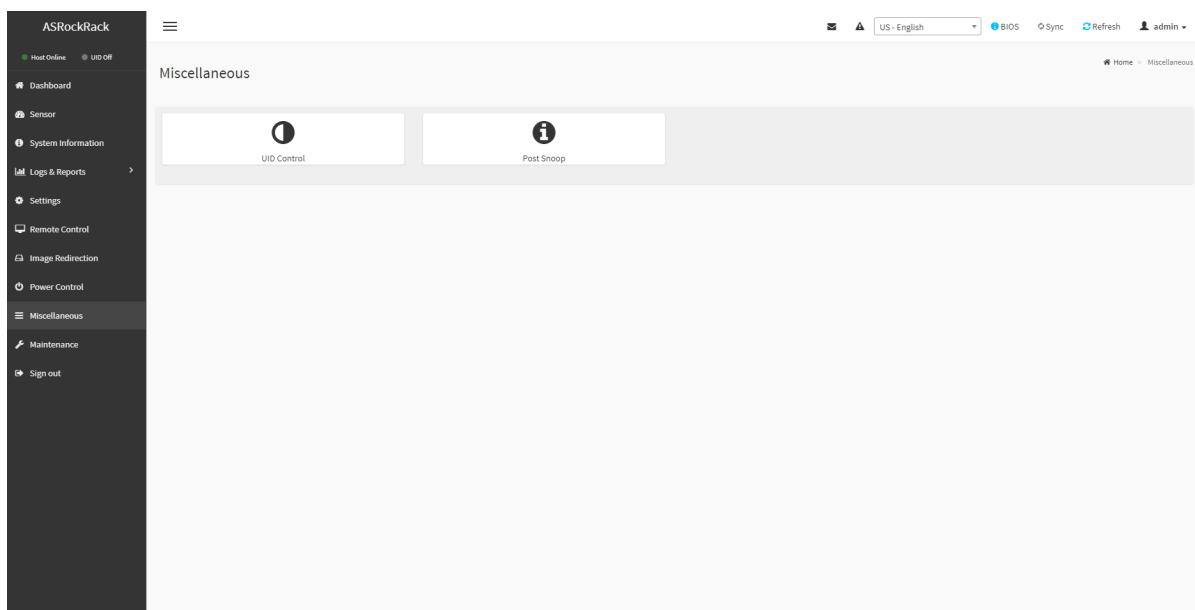

Рис. 88. Окно «Miscellaneous»
- 6) Пройдите во вкладку «Miscellaneous» в данной вкладке представлены вкладки с различными функциональными функциями, с помощью которых пользователи могут настраивать и контролировать сервер. Окно показано на рис. 88 Окно «Miscellaneous»